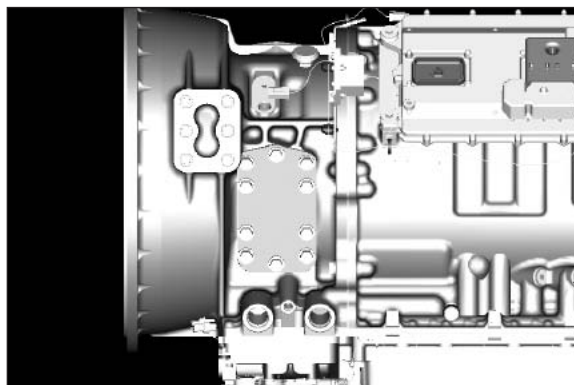

Fig. 1
1. Remueva la cubierta de la TDF con un dado de 16 mm (**Fig. 1**).